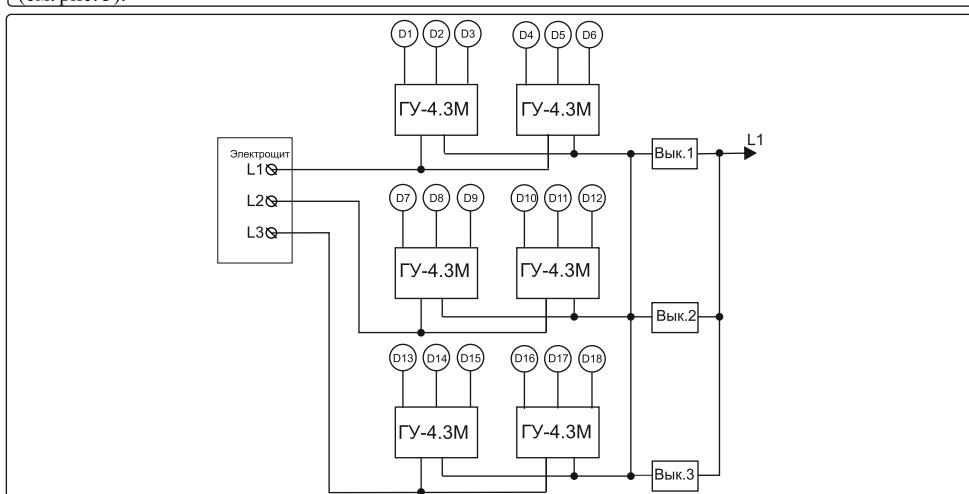

Рисунок 5. Схема подключения ГУ-4.3М к разным «фазам» питающей сети
- Подключить образованные группы к разным «фазам» (см. рис. 5).
**Внимание!** Если требуется подключить несколько выключателей, общий контакт этих выключателей следует подключить к одной и той же «фазе» питающей сети, например, к «фазе» L1 (см. рис. 5).